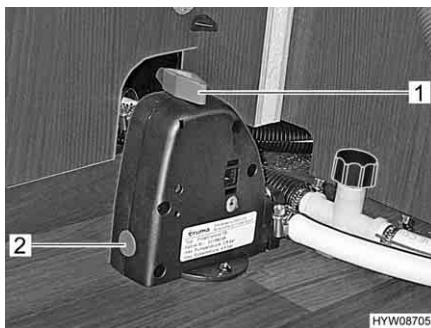

Fig. 148 Valvola di sicurezza/di scarico (solo per boiler Truma Combi)
- Se il boiler è dotato di una valvola di sicurezza/di scarico, chiudere la valvola di sicurezza/di scarico. A tal fine ruotare la manopola (Fig. 148,1) verticalmente rispetto alla valvola di sicurezza/di scarico e premere il bottone automatico (Fig. 148,2). Con temperature inferiori a 6 °C non è possibile chiudere la valvola di sicurezza/di scarico. Per questo motivo è necessario inserire il riscaldamento dell'abitacolo ed aspettare che la temperatura della valvola di sicurezza/di scarico salga sopra gli 6 °C.